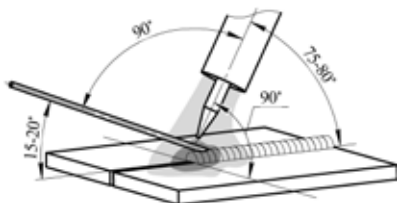

Рис. 8.5. Угол наклона горелки.
Сварку обычно выполняют справа налево. При сварке без присадочного материала электрод располагают перпендикулярно к поверхности свариваемого металла, а с присадочным материалом - под углом. Присадочный пруток перемещают впереди горелки (см. рис. 8.5).
**При аргодуговой сварке также следует не забывать про противоположный угол наклона горелки (см. рис. 8.5) - это влияет на формирование сварочного шва. Старайтесь держать горелку под углом 90° (по отношению к линии шва).**